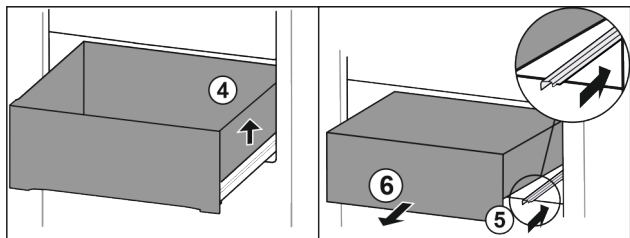

Fig. 93
- ▶ Løft skuffen til høyre. Fig. 93 (4)
- ▶ Skyv inn høyre skinne. Fig. 93 (5)
- ▶ Ta ut skuffen framover. Fig. 93 (6)